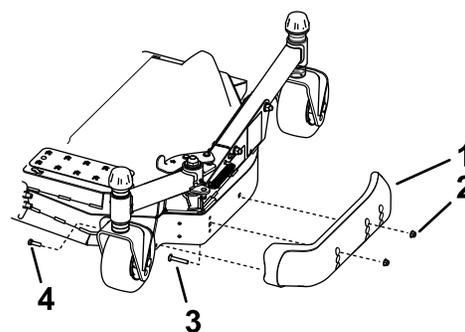

Figura 9
3. Afloje el tornillo situado en la parte delantera de cada patín (Figura 9).
5. Mueva cada patín a la posición deseada y fíjelos con los pernos con arandela prensada y las tuercas (Figura 9).